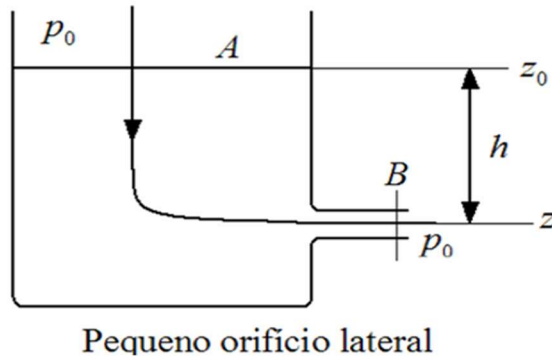

Figura 2.6. Escoamento em um reservatório de altura constante
**2.4.1. Escoamento em reservatórios com altura constante.** Podemos aplicar a equação de Bernoulli para uma linha de corrente que liga o ponto 1 e 2 de um escoamento. Uma aplicação simples dessa equação é para descobrirmos qual é a velocidade da água que escoar através de um furo na lateral inferior de um tanque como mostra a figura 2.6.